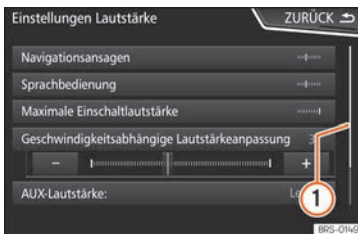

Abb. 146 Listeneinträge eines Einstellungsme-nüs.
Auf der rechten Seite befindet sich die Scroll-Leiste, deren Größe von der Anzahl der Listeneinträge abhängt » Abb. 146 ①.